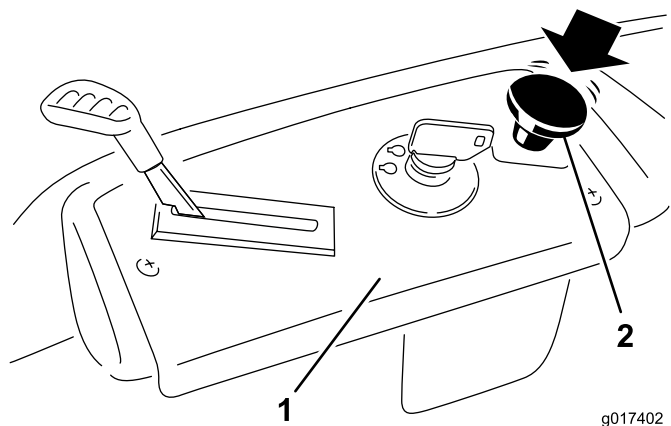

Figura 15
Spingete verso il basso il comando delle lame per posizionarlo su Off e disinnestare le lame (Figura 15).
1. Disinserite le lame spostando il comando delle lame in posizione Off (Figura 15).